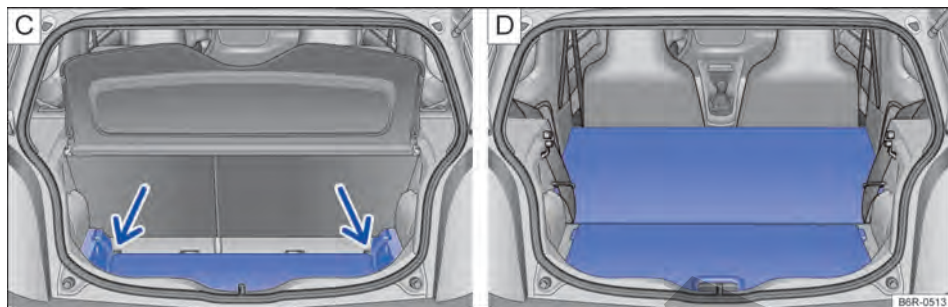

Fig. 93 C: expandir el maletero hacia abajo. D: expandir el maletero hacia adelante.
- Levantar el piso del maletero y empujar hacia abajo, hacia la guía → fig. 93 C (flechas).